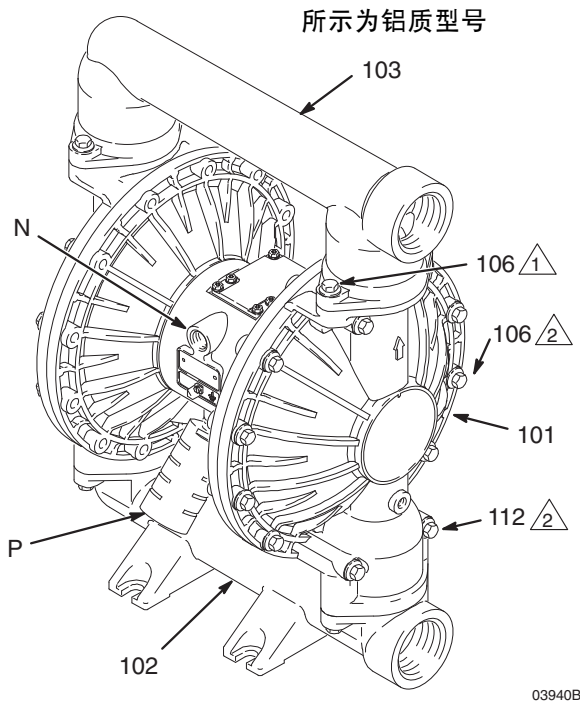

图 3
- 泵很重。如果必须移动，需用两个人紧紧抓住出口歧管（103）提升泵。参见图 3（第 10 页）。